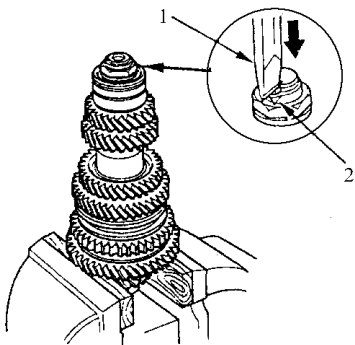

图 4-80 用凿子将锁紧螺母凸耳
- 2) 如图 4-80 所示，使用凿子将锁紧螺母凸耳从副轴槽中撬起。